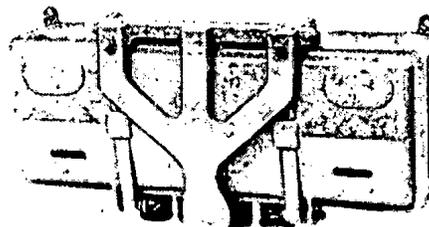

Bild 3
- 3. 1 Sicherungskasten (Bild 3)**